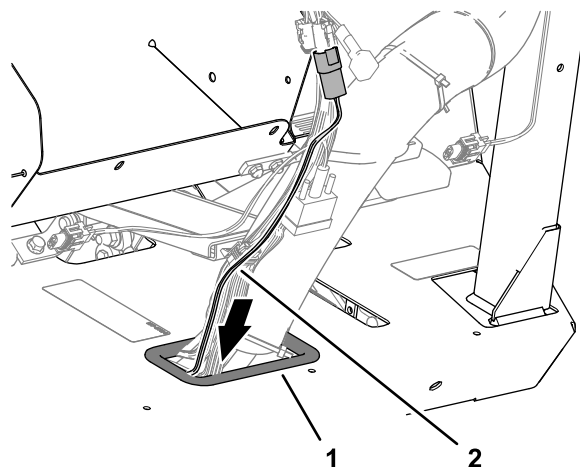

Рисунок 172
1. Проложите другой конец жгута проводов шины ISO-CAN через уплотнительную втулку пола (Рисунок 172).